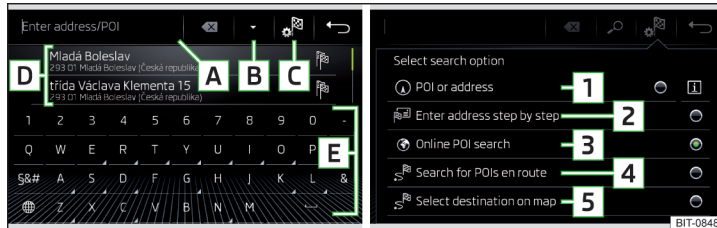
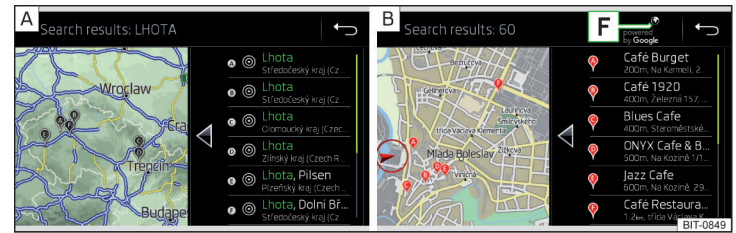
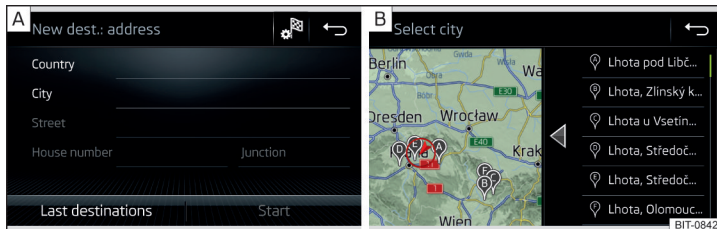

Abb. 226 Ziel suchen: Hauptmenü / Auswahl des Suchmodus
Abb. 227 Liste der aufgesuchten Ziele: in den Navigationsdaten / online
Abb. 228 Ziel über die Adresse eingeben: Hauptmenü / Liste der aufgesuchten Orte
- » Wird kein Menü zur Zielsuche, sondern eines zur Zieleingabe über die Adresse oder zur Zieleingabe in der Karte angezeigt, dann die Funktionsfläche → **1** » Abb. 226 antippen.
Beschreibung der Funktionsflächen » Abb. 226 bzw. » Abb. 227
- ▶ Die Funktionsfläche **C** → **1/2/4/5** » Abb. 226 antippen.
- ▶ Zur Anzeige der aufgesuchten Ziele die Funktionsfläche **B** » Abb. 226 antippen.
- ▶ Die Funktionsfläche **C** → **3** » Abb. 226 antippen.
- ▶ Zur Zielsuche anhand der eingegebenen Parameter die Funktionsfläche **B** » Abb. 226 antippen.
- ▶ Wird das Menü zur Zieleingabe über die Adresse » Abb. 228 - **A** nicht angezeigt, dann die Funktionsfläche **📍** → **2** » Abb. 226 auf Seite 198 antippen.
Es besteht die Möglichkeit, dass während der Eingabe eines Ortsnamens automatisch eine Karte mit einer Liste gleichnamiger Orte angezeigt wird » Abb. 228 - **B**.
- › Anschließend die Funktionsfläche  → **5** » Abb. 226 auf Seite 198 antippen.